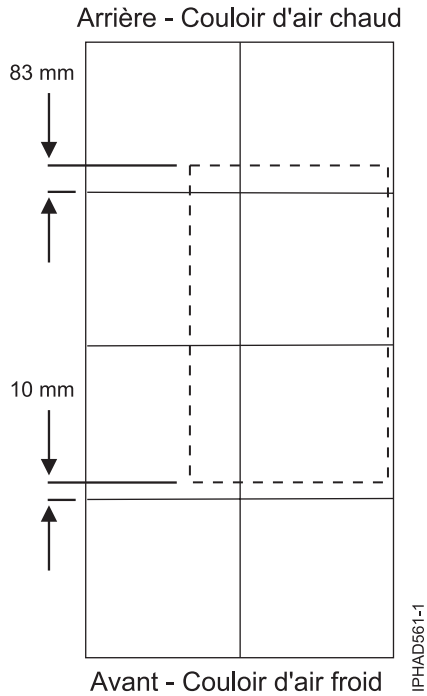

Figure 65. Positionnement de l'armoire pour dalles de 600 mm
3. Les figures figure 59 et figure 65, à la page 120 ne sont destinées qu'à montrer les positions relatives et les dimensions précises des découpes du plancher. Il ne s'agit ni d'un modèle de machine, ni d'une représentation à l'échelle.